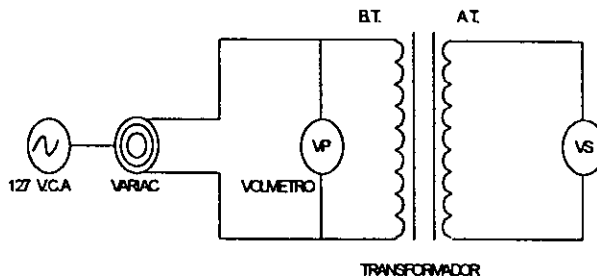

Fig. 2
- d) Arme el dispositivo de la fig. 2